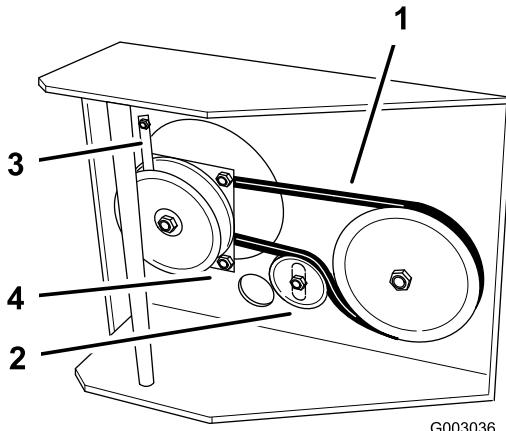

Figura 41
- Desenganche el retén del embrague y retire el retén (Figura 41).
- Enganche el retén del embrague al embrague y fíjelo al bastidor con el perno de montaje del motor (Figura 41).
- Apriete el perno del pivote a 19–24 Nm (170–220 pulgadas-libra) (Figura 41).
- Afloje el perno de montaje de la polea tensora lo suficiente para poder desplazar la polea tensora, y retire la correa de tracción de la polea de la transmisión y del embrague (Figura 41).